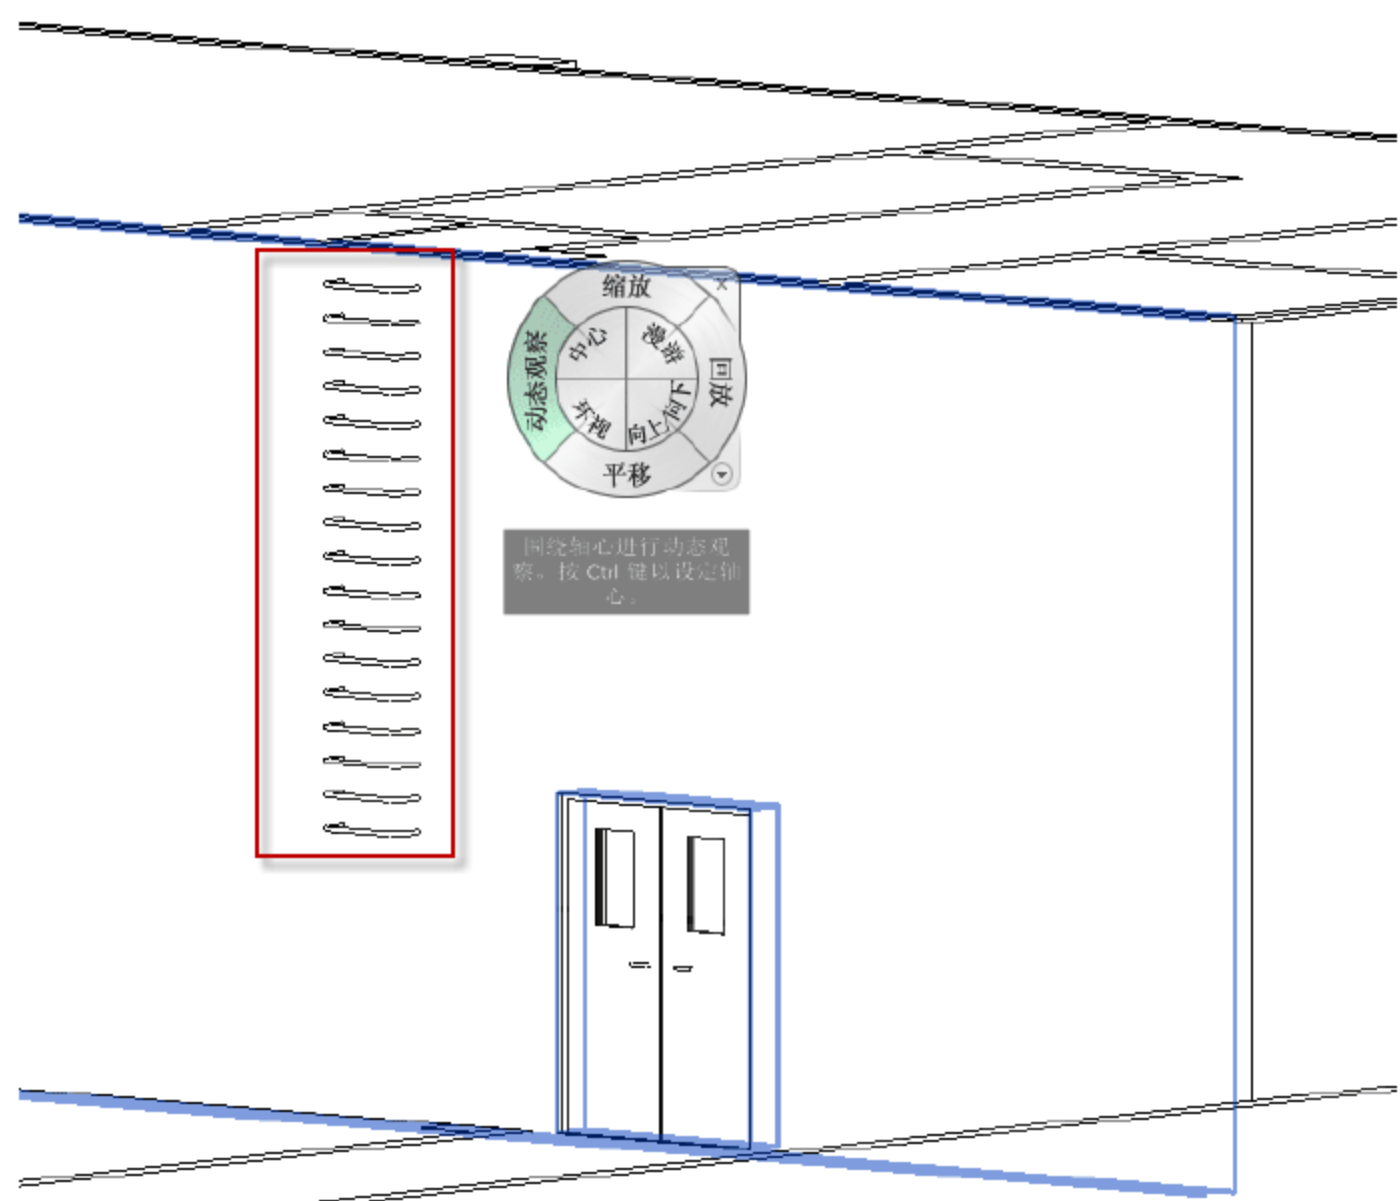

图 12.4.7 检查爬梯三维模型
(5) 在三维视图中，按快捷键 F8，使用动态模式观察转动的视图，观察已经建好的爬梯三维模型，如图 12.4.7 所示。